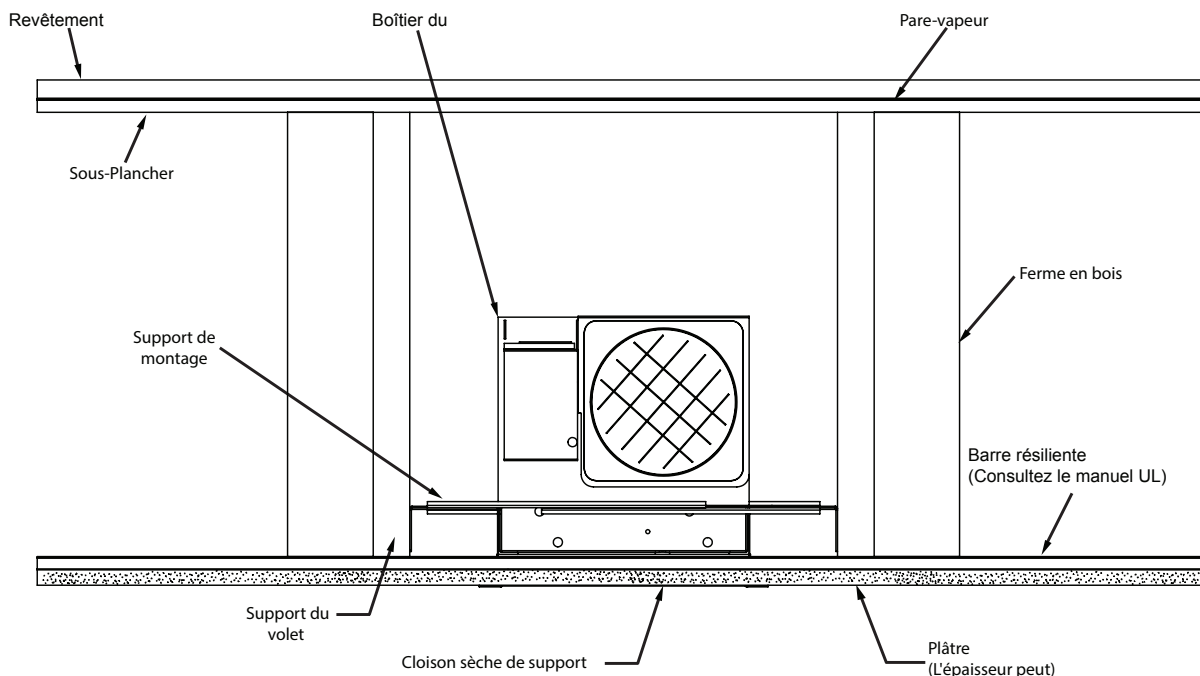
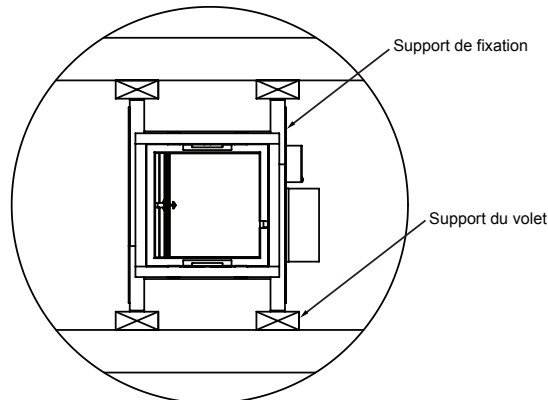

Figure 1
Figure 5
3. Avant d'installer le registre/ventilateur, le support de registre doit être installé dans le plafond (voir Figure 1 et Figure 5). Quatre supports de registre doivent être installés avec des coupes de 2x4 dans les fermes,